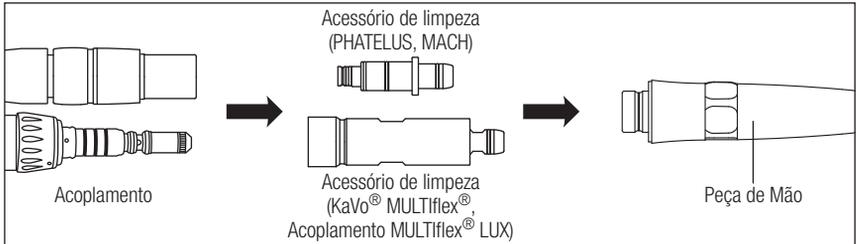

Fig. 15
- 4) Encaixe o acessório de limpeza no acoplamento e monte a peça de mão. Realize um funcionamento lento sem água durante mais de 5 segundos para limpar os tubos. (Fig. 15)